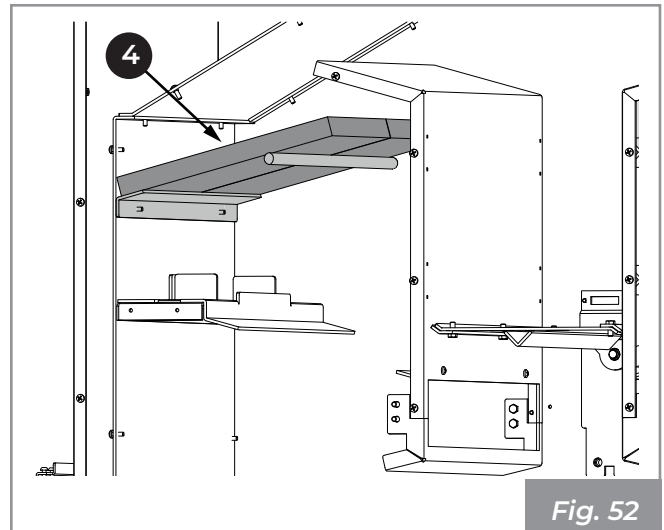

Fig. 52
7) Desensartar y sacar los paneles (4) (Fig. 52).